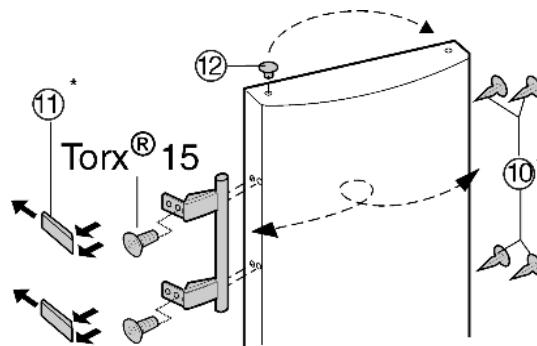

Fig. 7
- Извлеките пробку Fig. 7 (12) из опорной втулки дверцы и переставьте.
- Снимите и переставьте на противоположную сторону дверную ручку, пробку Fig. 7 (10) и прижимные пластины Fig. 7 (11).